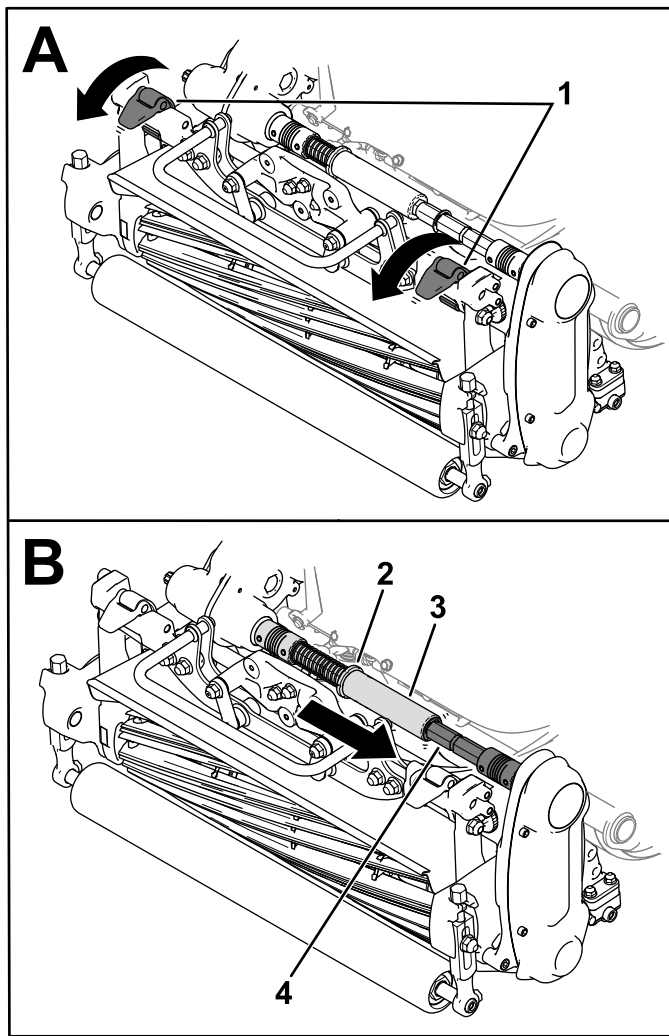

Figure 38
3. Abaissez les verrous de suspension pour fixer l'unité de coupe sur la machine (Figure 38).
- Sortez le collet de la rainure de l'arbre d'accouplement de la transmission et insérez le tube hexagonal dans l'arbre d'accouplement de l'unité de coupe (Figure 38).